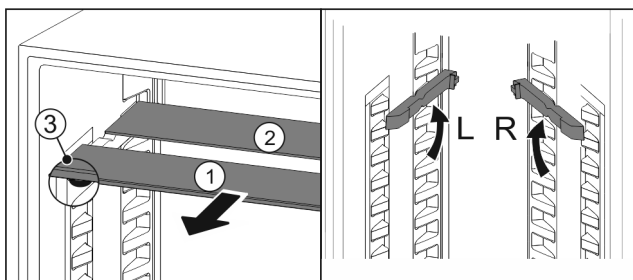

Fig. 112
- ▶ Tõmmake Fig. 112 (1) klaasplaadid üksikult ettepoole välja.
- ▷ Iluliist klaasplaat Fig. 112 (1) asub ees.
- ▷ Pidurid Fig. 112 (3) on suunatud allapoole.